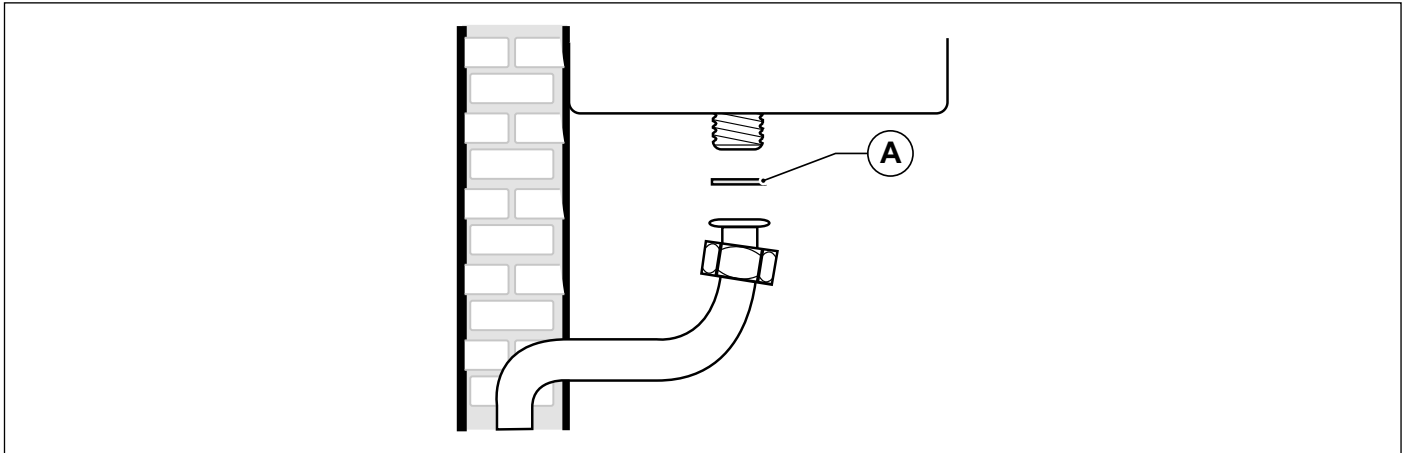

Fig. 21 Conexión a la red de gas
ES OBLIGATORIO, para conectar la toma de gas de la caldera a la tubería de alimentación colocar una junta (A) de medidas y materiales adecuados (ver Fig. 21 Conexión a la red de gas).